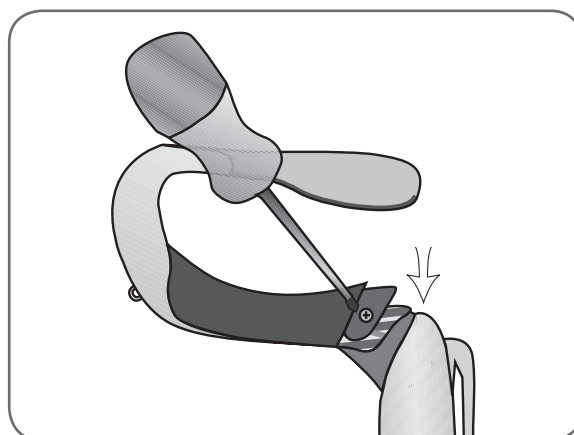

Figure 6-7 : Serrage de la vis du renfort de poignet.
6. Insérez la vis du renfort de poignet dans les trous de vis et serrez la vis. Reportez-vous à la Figure 6-7.